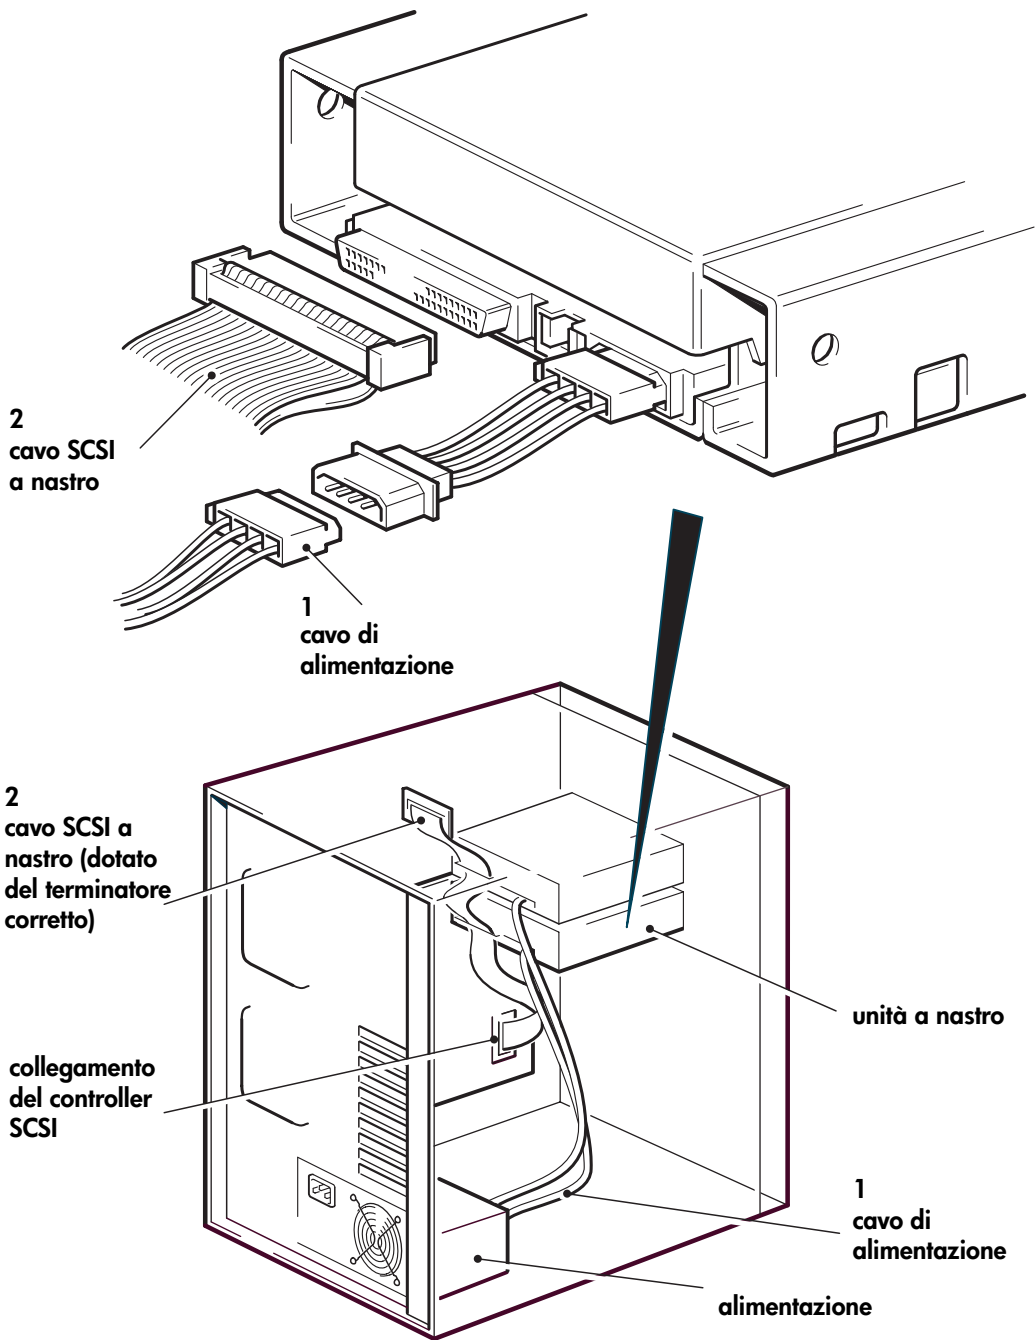

Figura 8: collegamento del cavo di alimentazione e del cavo SCSI
- 1 Collegare un cavo di alimentazione libero proveniente dall'alimentatore interno del computer al connettore di alimentazione, come indicato nella figura 8, illustrazione 1.
- 2 Collegare un connettore libero del bus SCSI integrato o del cavo SCSI a nastro dell'adattatore bus host del server al connettore SCSI dell'unità, come indicato nella figura 8, illustrazione 2.
Quindi, supponendo che l'HBA sia il primo dispositivo presente sul bus, è necessario controllare che il secondo terminatore si trovi dopo l'ultimo dispositivo, come indicato nella figura 8, illustrazione 2.